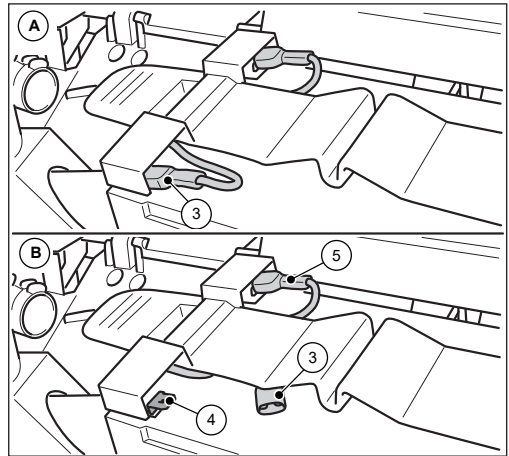

Bild 24: Dra ur batteriets anslutningskabel
3. Koppla loss den blåa batterianslutningskabeln (3) från kontakten (4) på batteriet.
- » Se till att den blåa batterianslutningskabeln (3) inte påverkas av yttre påverkan, t.ex. rörelse av anordningen kan skapa en oönskad kontakt med införingsfliken (4) (se fig. 24, figur B).
- » Den röda batterianslutningskabeln (5) förblir ansluten.
4. Stäng hoven (2) och lås den med flikarna (1).